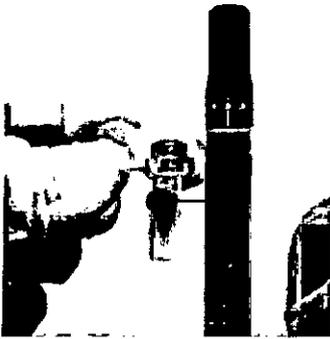

Figura 35
5. Inserte el transportador del electrodo, asegurando que sus orificios están alineados con los orificios del cojinete. (Ver figura 35)